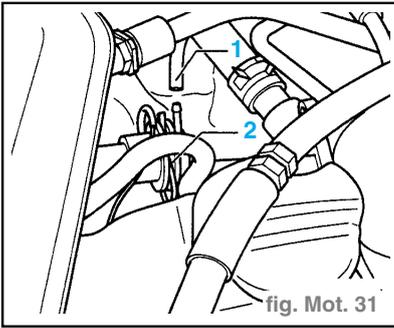

fig. Mot. 31
- Débrancher le flexible de dépression -1- du régulateur de pression du carburant -2-. La pression du carburant doit augmenter à **3,0 bar**. (fig. Mot. 31)